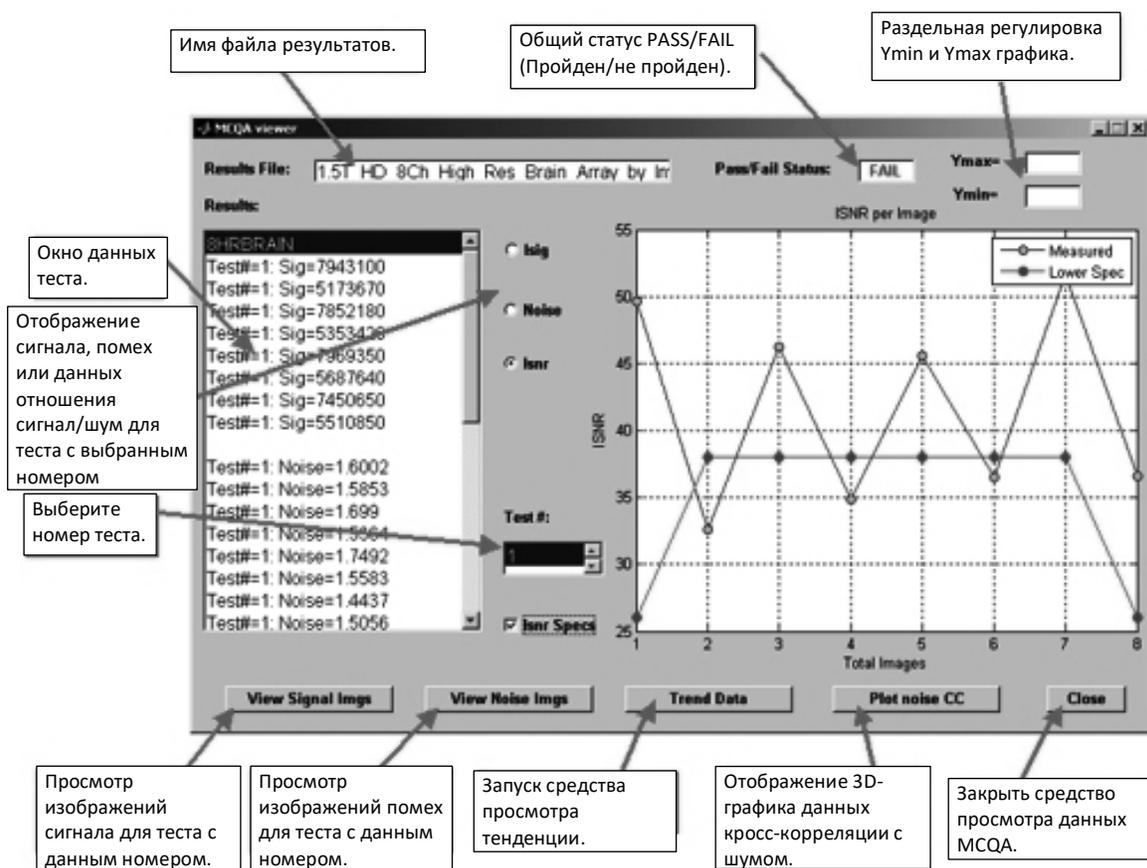

Рис. 7
**Примечание:** откроется окно просмотра результатов, изображенное на Рис. 7. В его верхней части находятся поля Results File (Имя файла результатов) и Pass/Fail Status (Результат теста — пройден/не пройден).